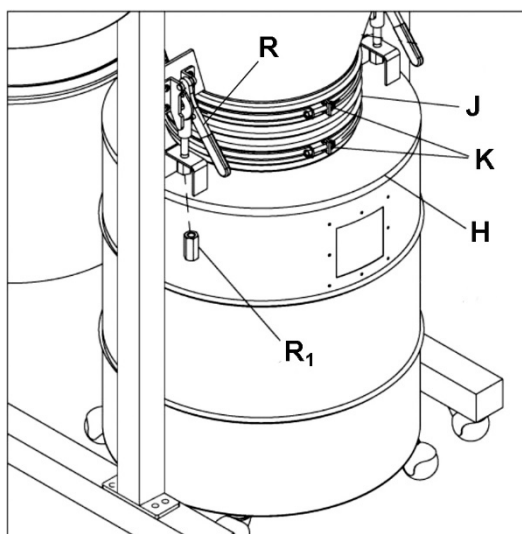

Abbildung 12
- Den Schlauch (J) auf dem Kegel und dem Trommeldeckel anbringen und oben und unten mit zwei Schlauchschellen (K) sichern. Siehe Abbildung 12.
- Die beiden Schnellklemmhebel (R, Abb. 12) nach unten ziehen. Dann den Trommeldeckel (H, Abb. 12) an den Schnellklemmhebeln anbringen. Je eine lange Mutter (R₁, Abb. 12) auf die beiden Schnellklemmhebel aufschrauben.